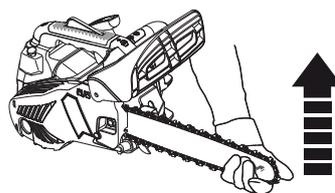

Fig. 8
- > Soulevez le bout du guide-chaîne [7] et maintenez-le relevé pendant que vous tendez la chaîne (Fig. 8).